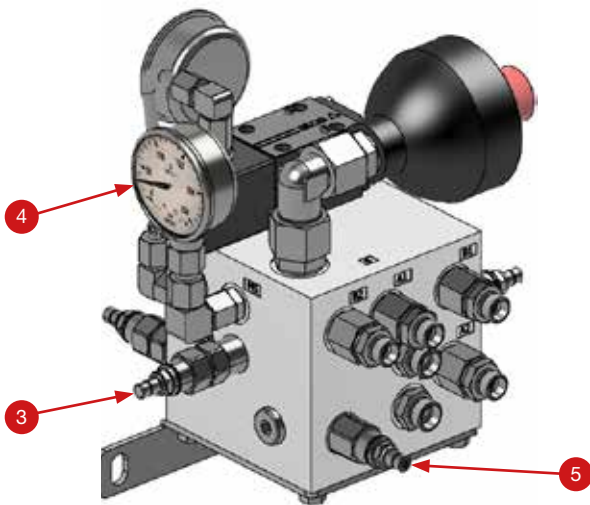

Abb. 72. Hydraulikblock 1 Kreislauf - Ansicht vorne
6. Ventil 4 auf einen Druck von 65 bar einstellen. Der eingestellte Druck wird am Manometer (Abb. 72, Pos. 4) angezeigt.